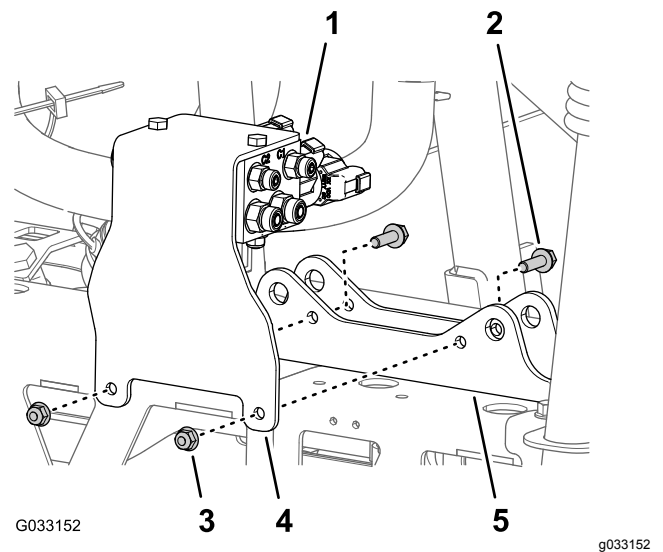

Figure 67
3. Retirez les 2 contre-écrous à embase (5/16") et les 2 boulons à embase (5/16 x 1") qui fixent le support du collecteur de levage de rampe au support de vérin, et déposez le collecteur et le support de la machine (Figure 67).